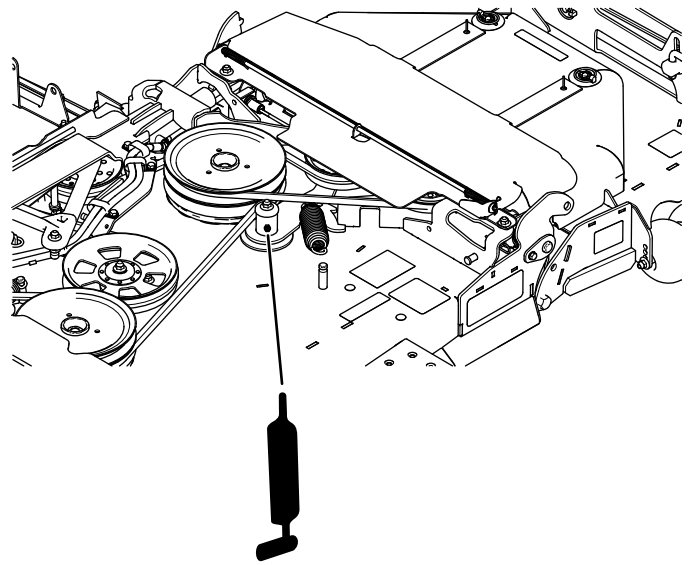

Figure 39
4. Graissez les 2 bras de la poulie de tension de la courroie d'entraînement (Figure 39).